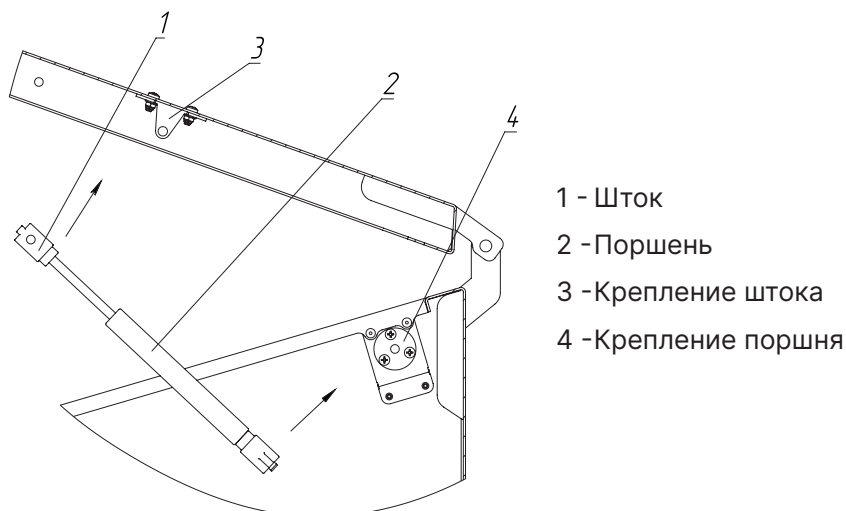

Рис.11 Установка газлифтов на топливный бункер
3. Защелкните поршень (**Рис.11, поз.2**) в крепление поршня (**Рис.11, поз.4**) на боковой стенке бункера. Убедитесь в надежной фиксации;
4. Защелкните шток (**Рис.11, поз.1**) в крепление штока (**Рис.11, поз.3**) на крышке бункера. Убедитесь в надежной фиксации;